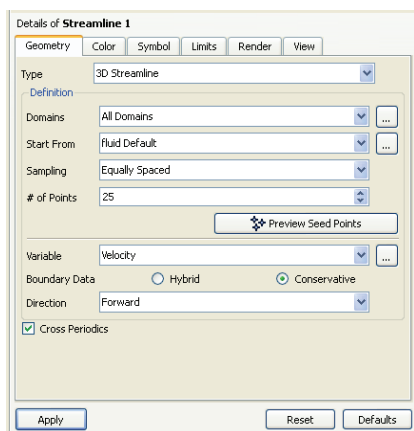
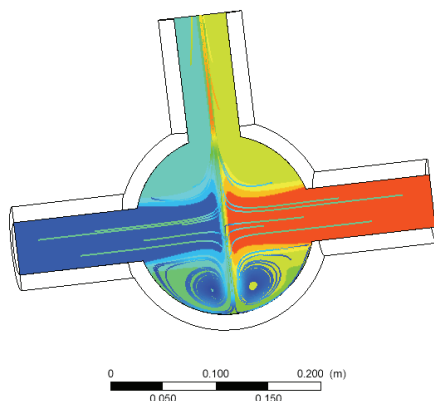

图 24-24 流线查看设置
图 24-25 流线图
4) 单击工具栏中的 **Streamline** 按钮，在弹出的窗口中单击 **OK** 按钮创建 **Streamline 1** 对象。在细节窗口设置如图 24-24 所示，单击 **Apply** 按钮确认。得到的图形如图 24-25 所示。